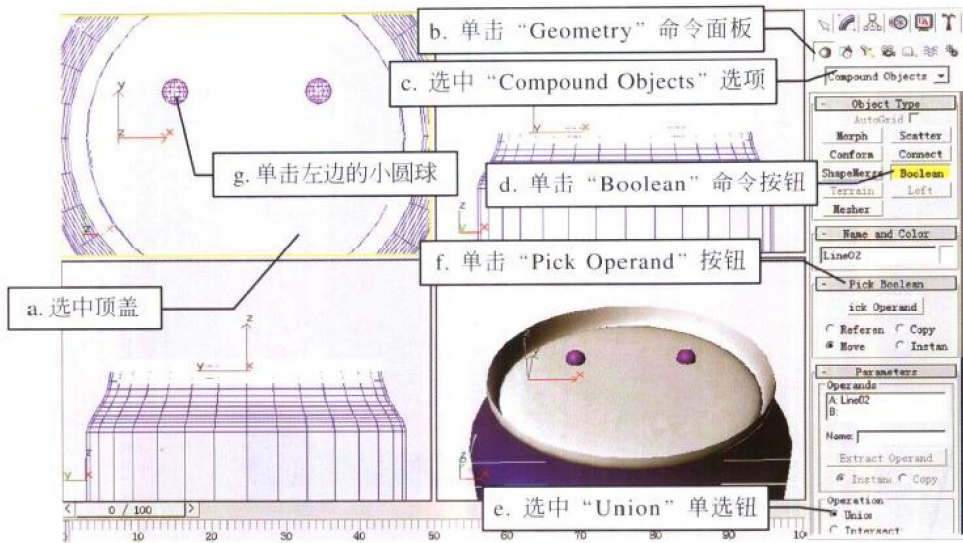

图 1-1-14
(4) 选中顶盖,见图1-1-14中的a。单击“Create”(建立)→“Geometry”(几何造型)命令面板,见图1-1-14中的b。在其下拉列表框中选中“Compound Objects”(复合物体)选项,见图1-1-14中的c。在“Object Type”(物体类型)卷展栏中单击“Boolean”(布尔运算)命令按钮,见图1-1-14中的d。在“Parameters”(参数)卷展栏中选中“Union”(合集)单选钮,见图1-1-14中的e,进行合集布尔运算。
(5) 在“Pick Boolean”(选取布尔运算物体)卷展栏中单击“Pick Operand”(选取第二个运算物体)按钮,见图1-1-14中的f。然后单击左边的小圆球,见图1-1-14中的g,将小圆球与顶盖物体进行合并。